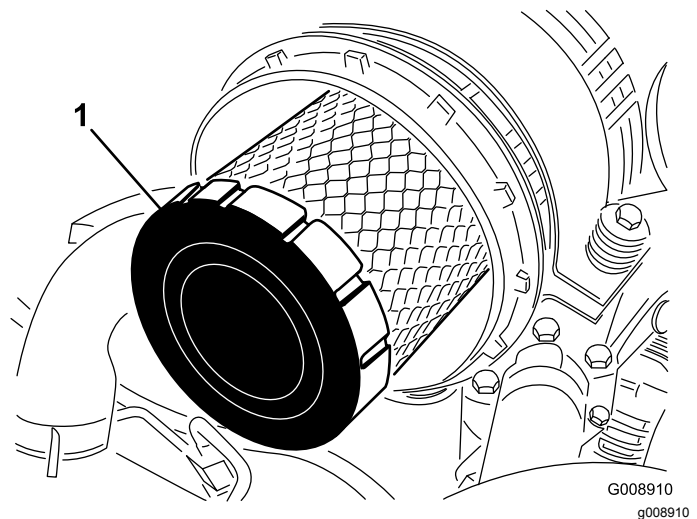

Figura 52
4. Retire e substitua o filtro primário (**Figura 52**).